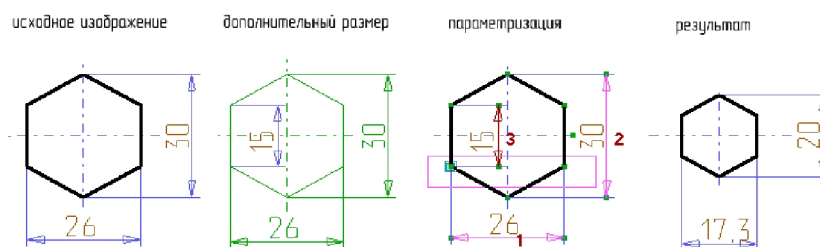

Рис.1.9. Параметризация шестиугольника
На чертеже шестигранника обычно указывают два размера: диаметр описанной окружности и размер под ключ (см. рис.1.9). Для параметризации этого недостаточно, необходимо ввести дополнительный размер – длину стороны шестигранника (она равна радиусу описанной окружности).
3. Самостоятельно провести параметризацию шестигранника согласно рис.1.9.